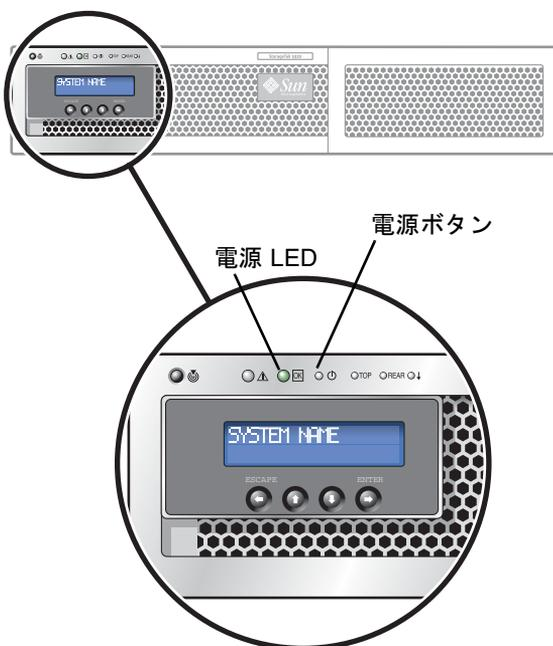

図 5-29 電源ボタンおよびフロントパネルの詳細
4. ペン先や同様の道具を使用して、埋め込み式の電源ボタンを押します (図 5-29)。